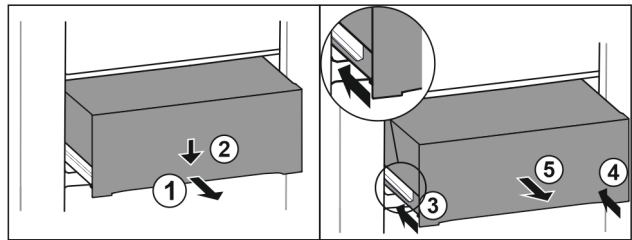

Fig. 185
- Витягніть ящик на половину. Fig. 185 (1)
- Спрямуйте висувний ящик вниз спереду. Fig. 185 (2)
- Вставте ліву рейку приблизно на 2 см. Fig. 185 (3)
- Вставте праву рейку приблизно на 2 см. Fig. 185 (4)
- Вийняти висувний ящик рухом вперед. Fig. 185 (5)